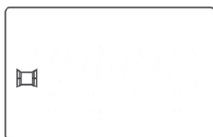

fig. 5
- Mod „**Fereastră deschisă**”: În timp ce aparatul funcționează, țineți apăsat butonul  pentru aproximativ 3 secunde, până când simbolul  apare pe ecran (fig. 5). Aparatul va continua să funcționeze în modul ales, dar în cazul în care timp de jumătate de oră temperatura scade (cade cu aproximativ 10 grade în comparație cu temperatura ambiantă înregistrată anterior), aparatul automat se va opri și va trece în modul standby. Pentru a se întoarce în modul, selectat înainte de această, trebuie să apăsați butonul ; simbolul va dispărea de pe ecran.